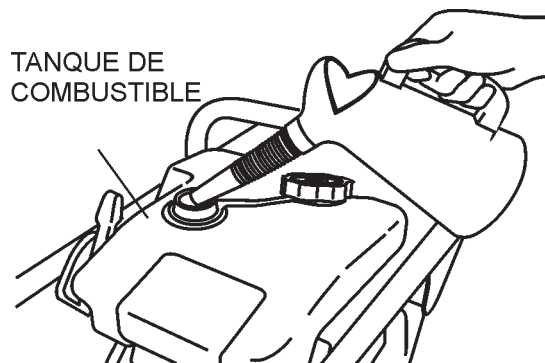
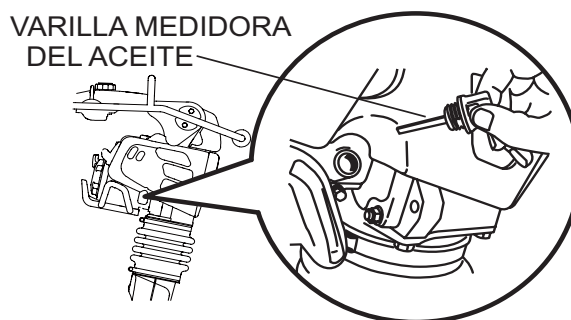

Figura 4. Tanque de combustible
Figura 5. Varilla medidora del aceite
1. Llene el tanque de combustible (Figura 4) con gasolina sin plomo. Simultáneamente, revise el aceite del motor y haga el hábito de rellenarlo frecuentemente (Figura 5).